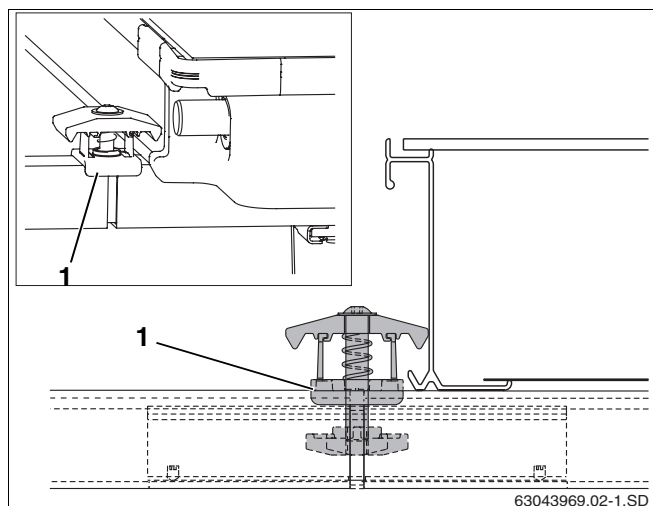

Fig. 47 Montaggio dei giunti di fissaggio
- Posizionare il giunto di fissaggio, con il dado davanti, nell'apertura della guida profilata con il giunto ad innesto, in maniera tale che il distanziale in plastica (fig. 47, **pos. 1**) faccia presa sulla guida profilata.